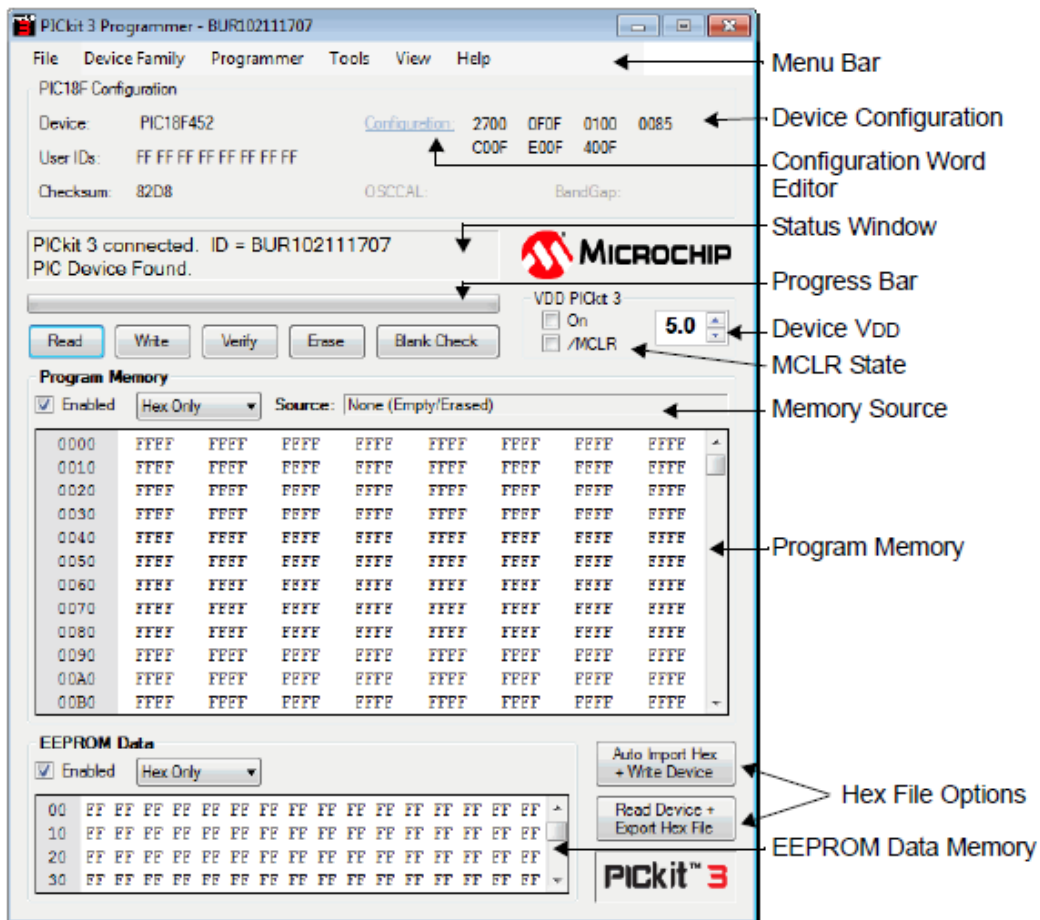

Рис. 4. Окно программатора PICkit3 Programmer
3.4. Запустите программу PICkit3 Programmer (рис. 4.). Должно появиться сообщение "PICkit3 connected" программатор должен опознать контроллер "Device - PIC16F887"/